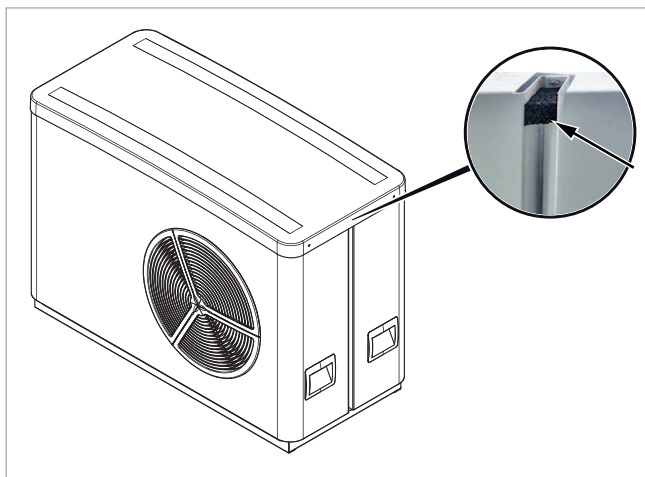

Abb. 8: Gedoppeltes Kompressionsband verkleben
2. Ggf. zusätzlich gedoppeltes Kompressionspressband unterhalb der Befestigungsschraube beider Gehäuse-Elemente (Schraube unterhalb des Deckelrands) von SolvisLea 8,3 Premium auf der Gegenseite des Schaltkastens einkleben (vgl. → Abb. 8).